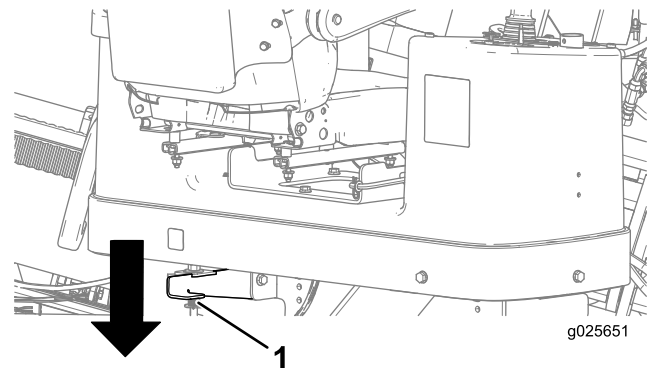

Bild 39
5. Drücken Sie auf den hinteren Riegel an der Bedienerplattform und schwenken Sie sie nach außen in die gewünschte Position (Bild 39). Achten Sie darauf, dass sie einrastet.